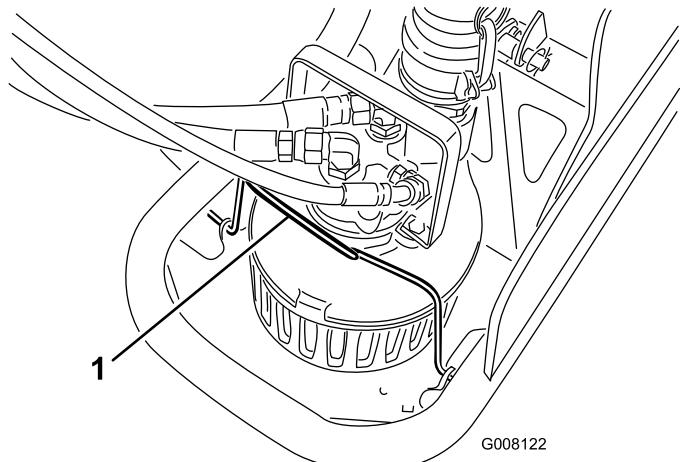

Figura 14
4. Ruotate in avanti la fascetta di fermo della pompa (**Figura 14**).
14. Ruotate all'indietro la fascetta di fermo posizionata sulla pompa (Figura 14).